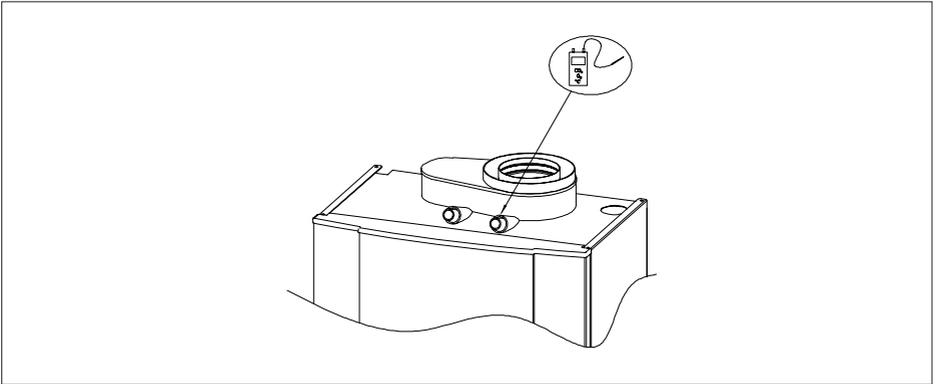

Fig. 25 Punto de medida
Antes de que se efectúe la primera puesta en marcha es necesario regular el grupo de gas actuando sobre el tornillo de plena potencia (*ver fig. 25*). En el caso de que esta operación no se realice, la caldera no podrá arrancar.
- Controlar el buen funcionamiento del dispositivo de reglaje de aporte de aire/gas midiendo el valor de contenido en CO₂ (o de O₂ en caso de ausencia de CO₂ en gas). En el conducto de gas de combustión (punto de medida, *ver fig. 25*).